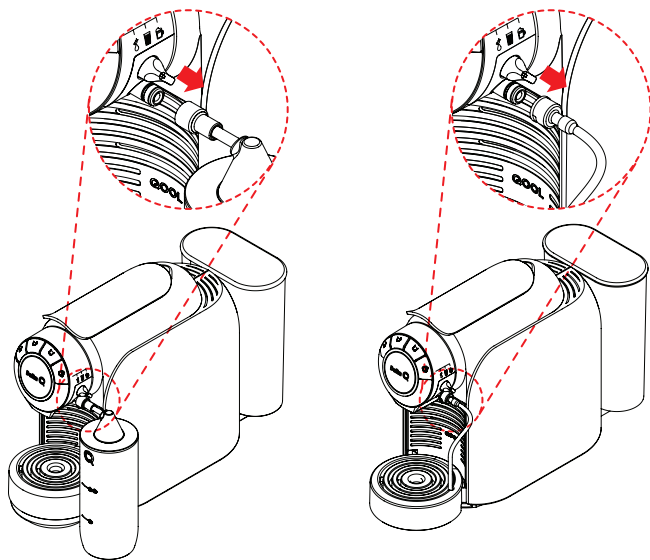

Fig. 31: Retire el depósito o tubo de aspiración de leche.
- Tire cuidadosamente el depósito o tubo de aspiración de leche hacia fuera (ver **Fig. 31**).